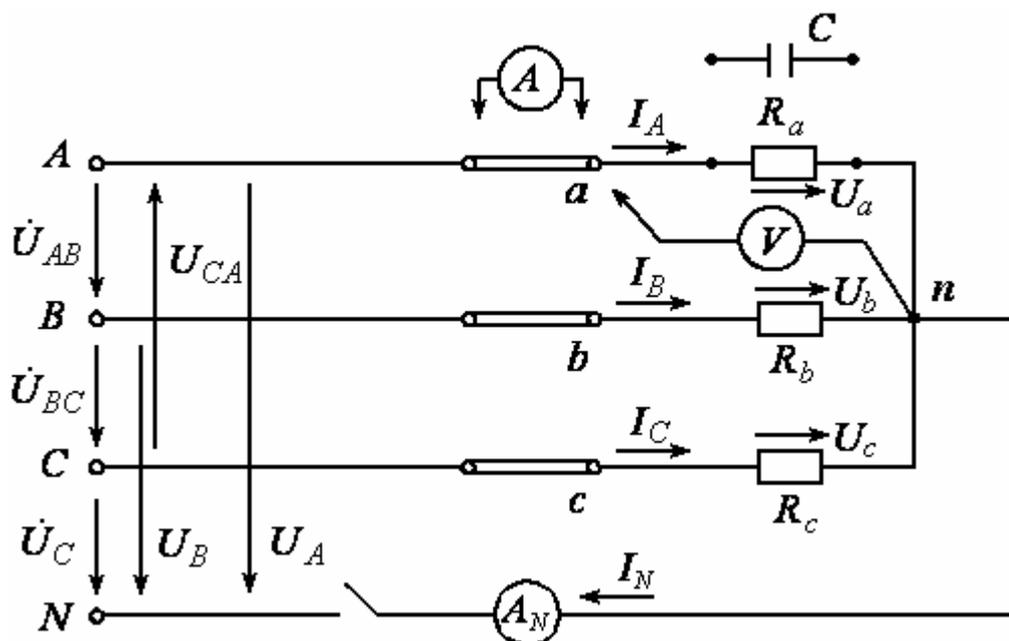

Рис. 5.4
3. Иметь понятие о фазных напряжениях приёмников, соединённых звездой, разобраться с измерением фазных и линейных напряжений сети и приёмника по схеме, изображенной на рис. 5.4.
Собрать электрическую цепь по схеме, изображенной на рис. 5.4.
3. Показать на схеме (рис. 5.4) и собранной цепи между какими точками следует измерять фазные и линейные напряжения сети, фазные напряжения приёмника?
8. В каких участках цепи токи называются линейными и в каких участках – фазными, показать на схеме рис. 5.4?